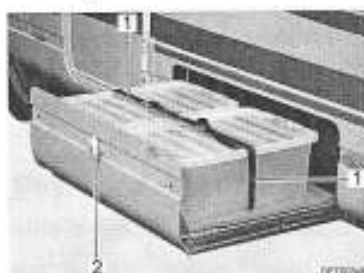

Fig. 41 Rallonge pour caisses
- Ouvrir la serrure du portillon (Fig. 41,2) comme décrit ci-dessus.
- Desserrer les courroies de serrage (Fig. 41,1).